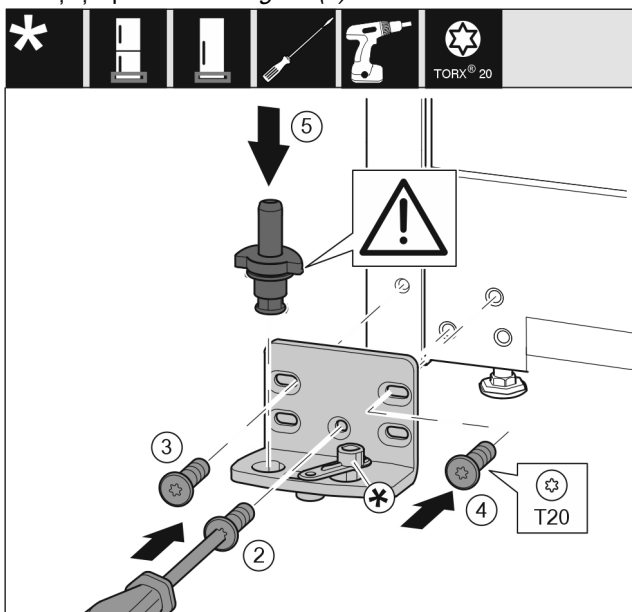

Fig. 25
- ▶ Aplicați suportul de lagăr pe partea opusă și înșurubați-l cu ajutorul unei șurubelnițe T20. Începeți cu șurubul 2 de jos din centru. Fig. 25 (2)
- ▶ Înșurubați ferm șurubul 3 și 4. Fig. 25 (3,4)
- ▶ Introduceți complet boltul de lagăr. Aveți grijă aici ca respectiva camă de cuplare să fie îndreptată către înapoi. Fig. 25 (5)